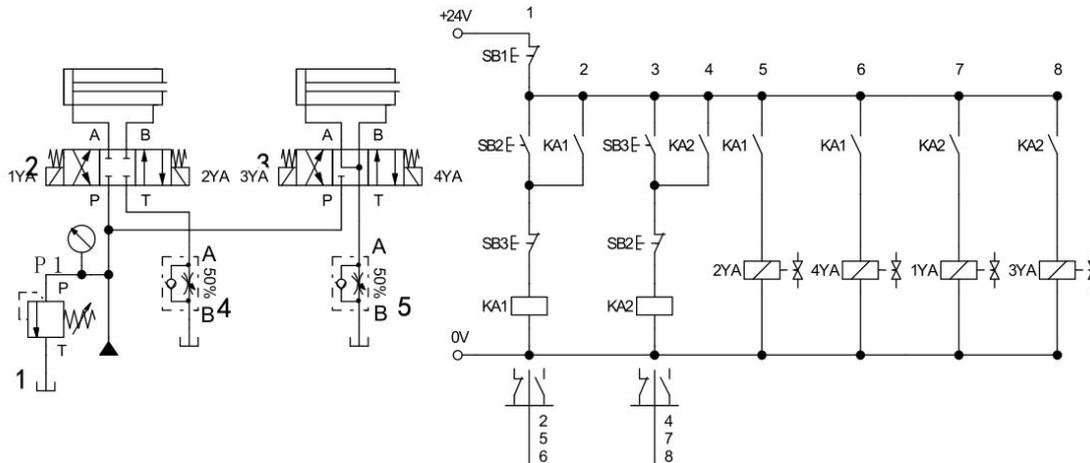

图 H1-1-8油路采用调速阀控制双缸同步回路的液压回路和电气控制线路图
(1) 任务描述：在液压实训系统中回油路采用调速阀搭建控制双缸同步动作回路，液压回路和电气控制线路如下图H1-1-8 所示。